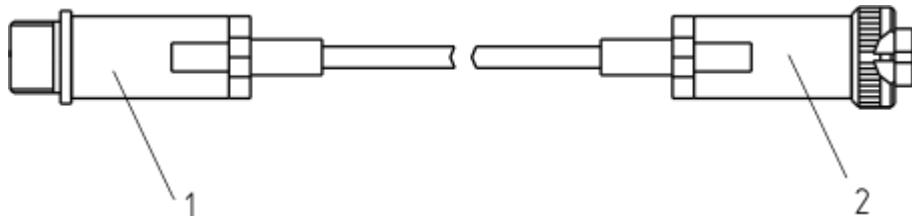

Рисунок 3.11 Кабель-удлинитель для измерительного преобразователя, изображенного на рис. 3.10 а
- 4.3** Соединить измерительный блок и измерительный преобразователь напрямую или соединительным кабелем (см. рис. 3.11).